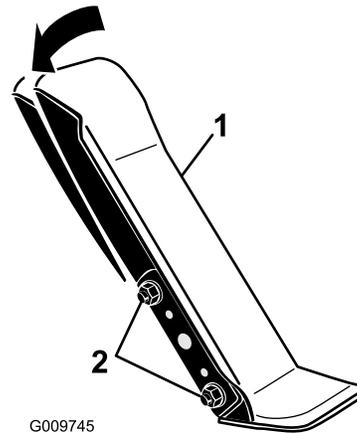

Bild 117
1. Lösen Sie die zwei Muttern und Schrauben, mit denen die linke Seite des Fahrpedals an der Halterung befestigt ist (Bild 117).
2. Drehen Sie das Pedal auf den gewünschten Winkel und ziehen Sie die Mutter fest (Bild 117).